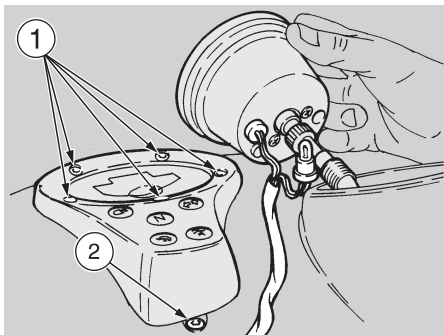

Fig. 53
- ◆ Dévisser et enlever les cinq vis (1 - Fig. 53) autour du bouchon du carburant et la vis avant (2 - Fig. 53).
- ◆ Extraire le compteur kilométrique et remplacer la ou les ampoules grillées (Fig. 53).